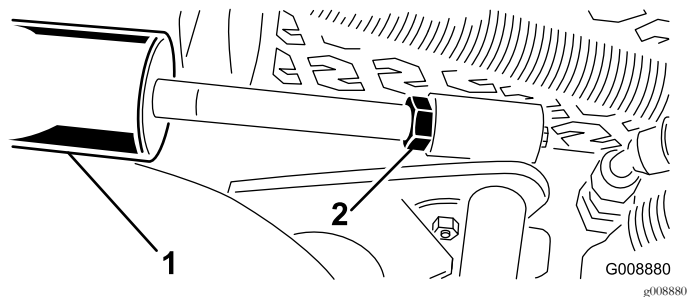

Bild 29
- A. Senken Sie die Schneideinheiten ab und drehen Sie die Klemmmutter am Zylinder heraus (Bild 29).